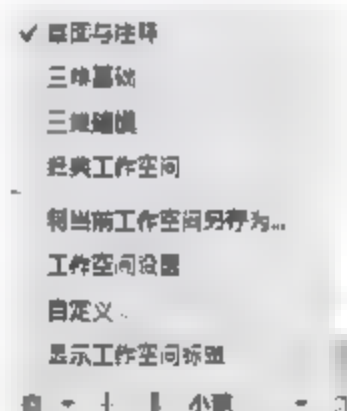

图2-36 状态栏切换方式
- 状态栏:单击状态栏右侧的【切换工作空间】按钮,在弹出的菜单中进行选择,如图2-36所示。